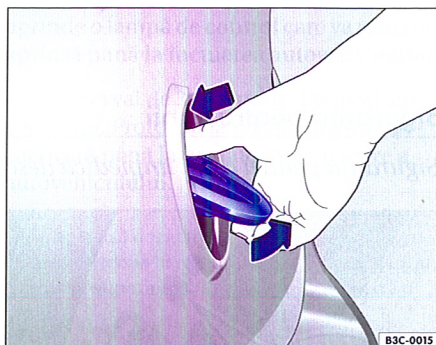

Fig. 34 Deschiderea din exterior a capacului portbagajului
– Apăsați cu degetele mari, sus, pe simbolul VW ⇒ fig. 34 și rabatați simbolul în jos. Capacul portbagajului se va deschide singur.